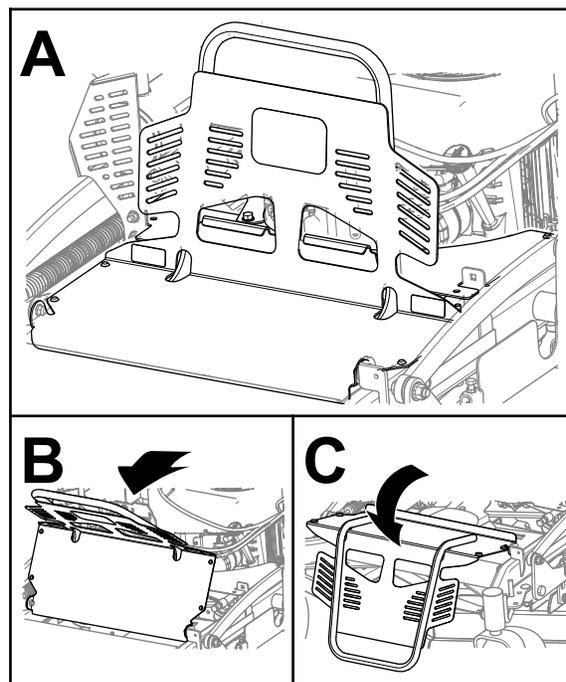

Figura 34
2. Gire el protector del motor hacia adelante, como se muestra en la Figura 34.